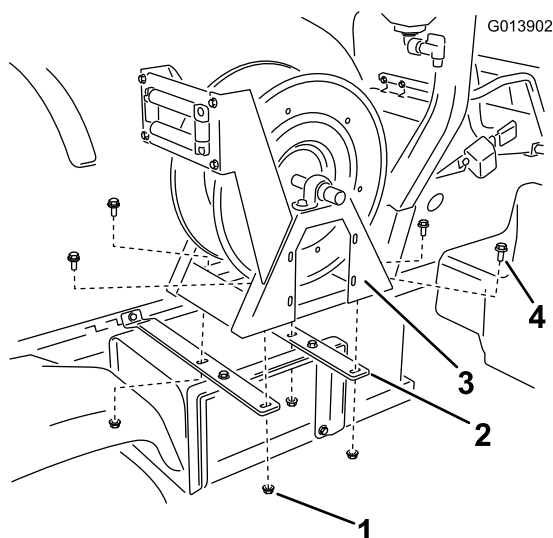

図 10
5. ホース・リール・アセンブリをホース・リール・ストラップに取り付ける (図 10)；フランジ・ヘッド・ボルト (3/8 x 1 インチ)